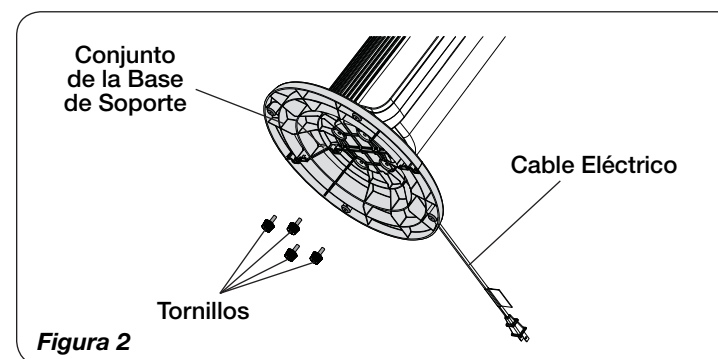

Figura 2
3. Alinee la Montura de la Base de Apoyo con la Base del Motor. Cerciórese de alinear la Llave del Conjunto de la Base de Soporte con la Muesca Localizadora de la Base Del Motor. Adose la Montura de la Base de Apoyo a la Base del Motor con Tornillos. (Figura 2)